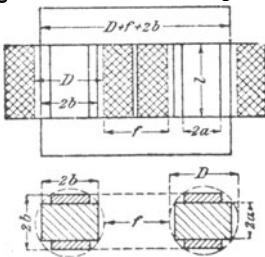

Fig. 148.
287. Ein Kerntransformator besitzt die in Fig. 148 dargestellten Abmessungen. Auf jeden Kern sind primär 1248 [720] (704) Windungen von 1,13 [9,1] (1,68) mm2 Querschnitt und sekundär 64 [80] (52) Windungen von 19,7 [72,8] (198) mm2 Querschnitt gewickelt. Wie groß ist der Füllfaktor  $f_k$ , wenn derselbe definiert ist durch die Gleichung: